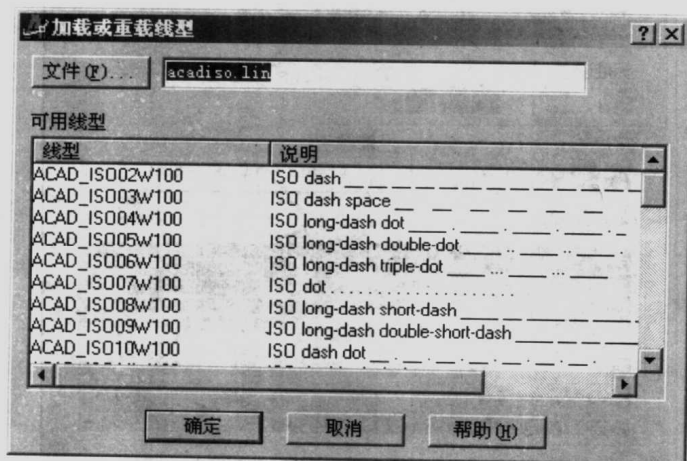

图 1-8 加载或重载线型
② 在“线型管理器”对话框中单击“加载”按钮,打开如图 1-8 所示的“加载或重载线型”对话框。